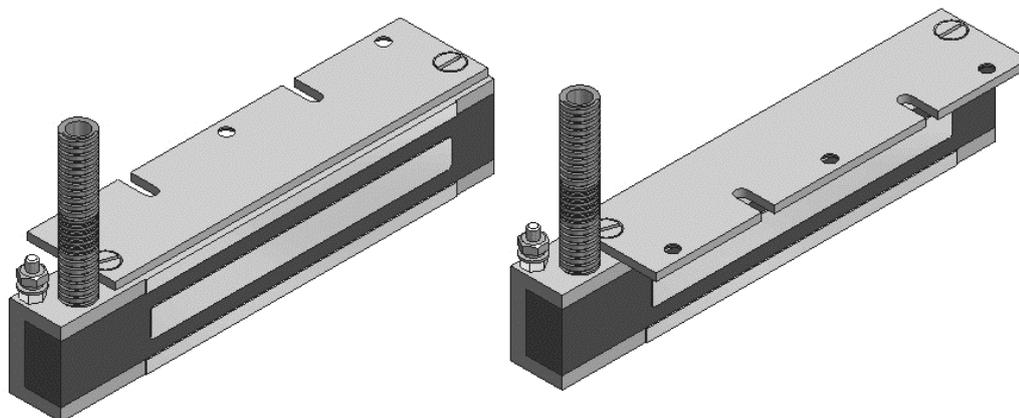

Рис.3 Варианты крепления корпуса на пластине.
5.4 Пластина (6) предназначена для крепления корпуса на дверной коробке и может устанавливаться в двух вариантах (Рис. 3). Крепление корпусной части через пластину может выполняться без планки (2).